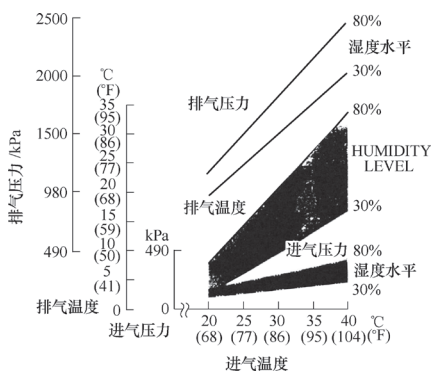
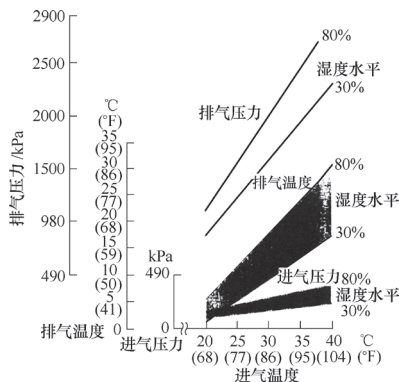

图 5-155 L4 发动机空调系统性能测试图
图 5-156 V6 发动机空调系统性能测试图
①避免阳光直射。
②打开发动机舱盖。
③打开前门。
④把温度控制调到 MAX COOL 位置, 把模式控制开关调到通风, 把再循环控制开关转到再循环位置。打开 A/C 开关, 将风扇开关转到 MAX 位置。
⑤让发动机以 1500r/min 转速运转。
⑥车辆内不得有驾驶人和乘客。
7) 完成如图 5-155 (L4 发动机型) 和图 5-156 (V6 发动机型) 所示的图表。